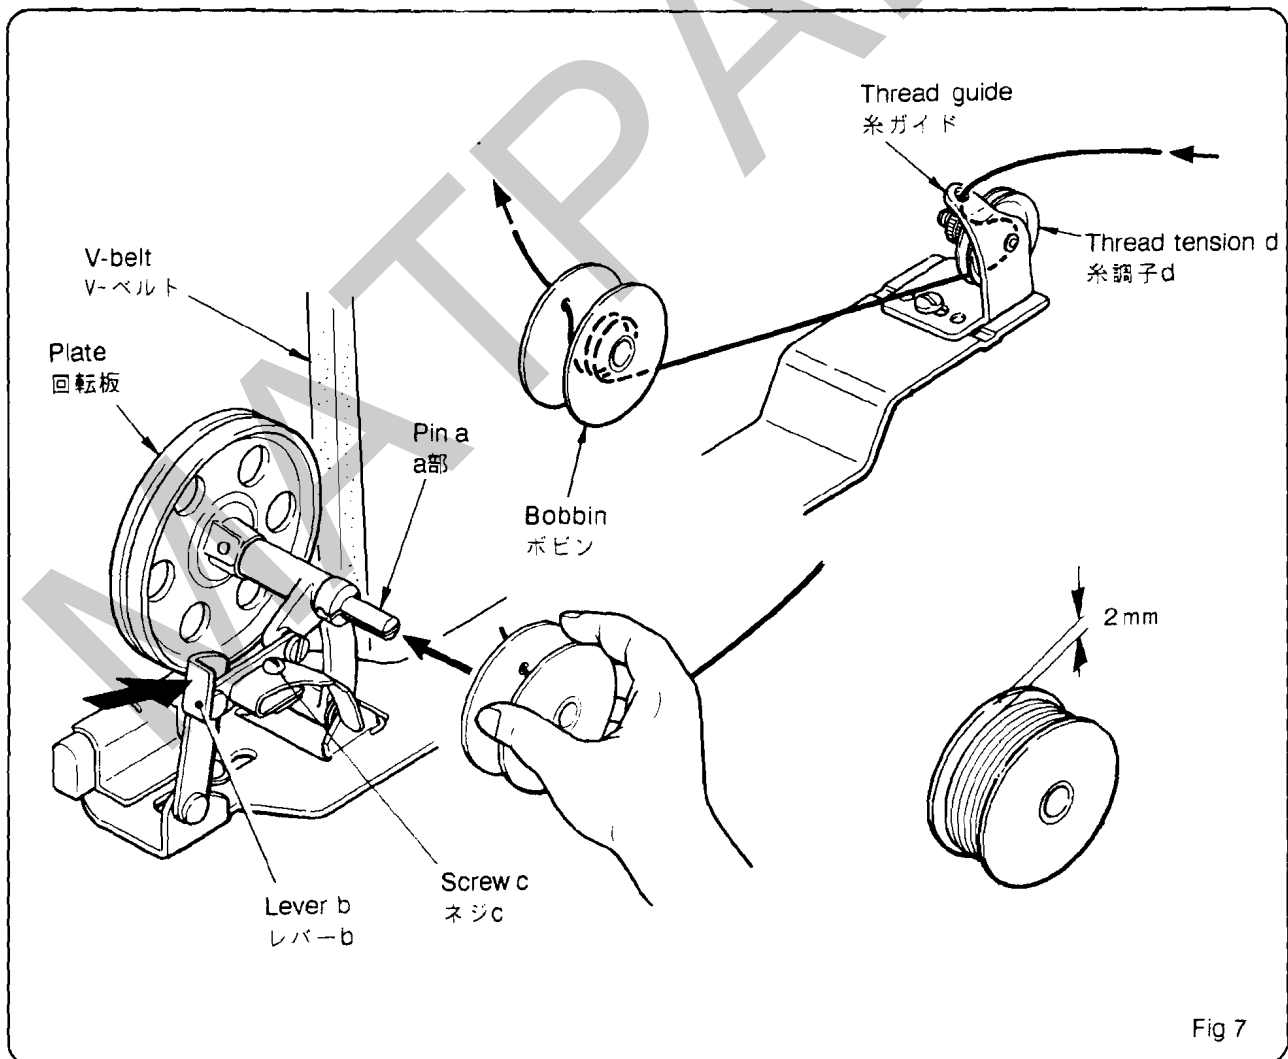

Fig 7
- (1) To wind thread on a bobbin, install a bobbin on pin (a) of the thread winder (Figure 7), turn lever (b) down, press rotary plate against V-belt and run the machine. It is a good idea to wind thread 3 to 4 turns on the bobbin by hand before installing the bobbin on the winder.
- (2) Thread winding diameter should be 2 mm smaller than outer diameter of bobbin.
- (3) Thread winding diameter adjustment can be made by loosening screw (c). Turn screw clockwise to make thread winding diameter large, counterclockwise make small.
- (4) Thread winding can be stopped automatically by lever after winding is finished.
- (5) Increase spring pressure of thread tension (d) in case of onesided thread winding.
- (1) Fig 7 で示す通りボビンは糸を巻く場合は、糸巻きの (a) 部にボビンを取りつけ、レバー (b) を倒してVベルトに押しつけミシンを運転してボビンに巻きます。この時、糸をボビンに3・4回手でまいてから、ボビンを糸巻きに取りつけて下さい。
- (2) 糸巻き径はボビンの外径より 2mm位小さく巻いて下さい。
- (3) 糸巻き径の調整は、ネジ (c) にて調整して下さい。ネジを右に廻すと糸巻き径は大きくなり、逆に左に廻すと糸巻き径は小さくなります。
- (4) 糸巻きは、巻き終わりましたら、自動的にレバーがおきて停止します。
- (5) 糸巻きしている時、糸巻きがかたよる場合は、糸調子 (d) のスプリング圧を強くして下さい。